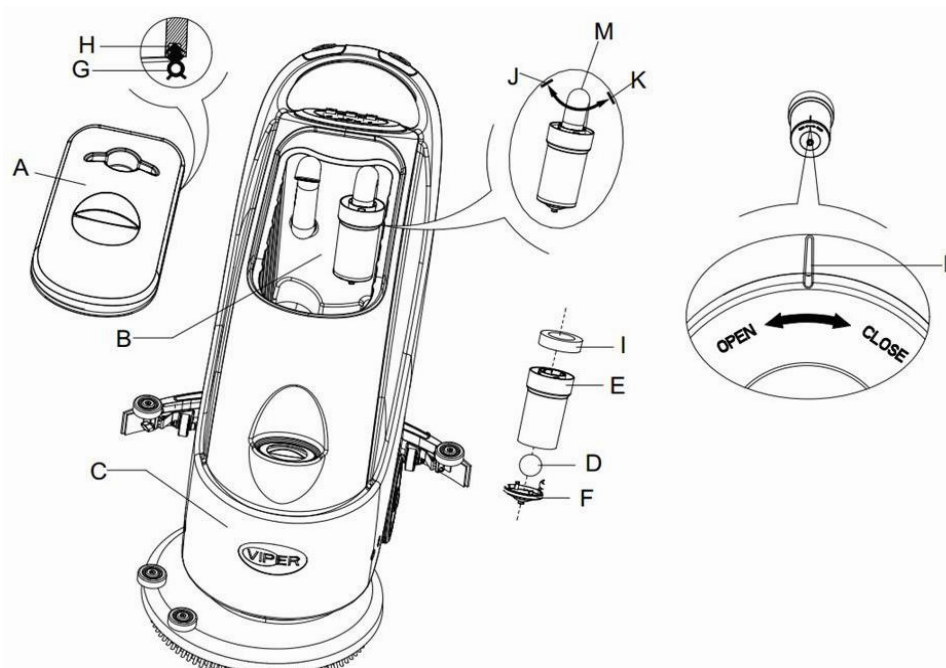

Figura 16
2. Pressione o interruptor de energia (41) para a posição "O" para desligar a máquina.
3. Abra a tampa do tanque de recuperação (A, Figura 16), e retire o dispositivo de flutuação (36) do tanque de recuperação.
4. Utilize água pura para limpar a tampa (A), o tanque de recuperação (B e C), e o encaixe de suporte do filtro de flutuação (E). Drene toda a água do tanque através do tubo de recuperação (15).
5. Se necessário, seguindo os símbolos "Abrir" e "Fechar" como mostrado na Figura 16, abra a tampa inferior (F) do filtro de flutuação e limpe o objecto flutuante (D), o encaixe de suporte de filtro de flutuação (E), e a esponja do filtro (I). Após a limpeza, fixe o objecto de flutuação ao encaixe de suporte de filtro de flutuação (E), e alinhe a ranhura (L) da tampa inferior (F) do filtro de flutuação com a ranhura (L) encaixe de suporte de filtro de flutuação (E). Aperte bem a tampa inferior (F) do filtro de flutuação, e fixe a esponja do filtro (I) no encaixe de suporte de filtro de flutuação (E), e de seguida no tubo de vácuo (M).
- Verifique a solidez do anel de selagem (G) da tampa do tanque de água.
Se necessário, a fita de selagem do tanque de água (G) pode ser retirada da ranhura (H) e substituída. Quando montar uma fita de selagem para o tanque de água, como mostrado na Figura 16 abaixo, instale o conector na secção do meio da parte traseira.
- Verifique se a superfície receptora da fita de selagem (G) está intacta e sela adequadamente.
- Feche a tampa do tanque de recuperação (A).